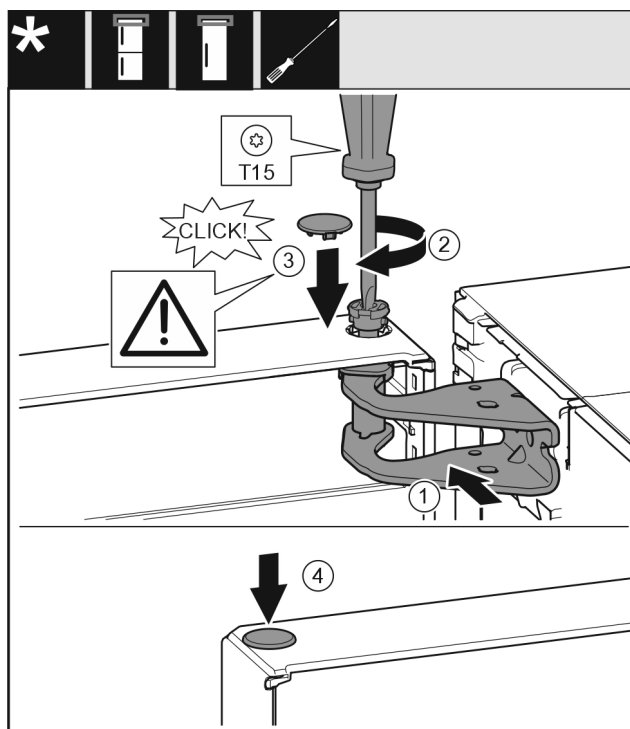

Fig. 36
- Allineare la porta superiore all'apertura nella staffa di supporto Fig. 36 (1).
- Inserire i perni Fig. 36 (2) e stringerli con un cacciavite.
- Inserire la copertura Fig. 36 (3).
- Controllare che la copertura Fig. 36 (3) poggi sulla porta.
- Inserire la copertura Fig. 36 (4).